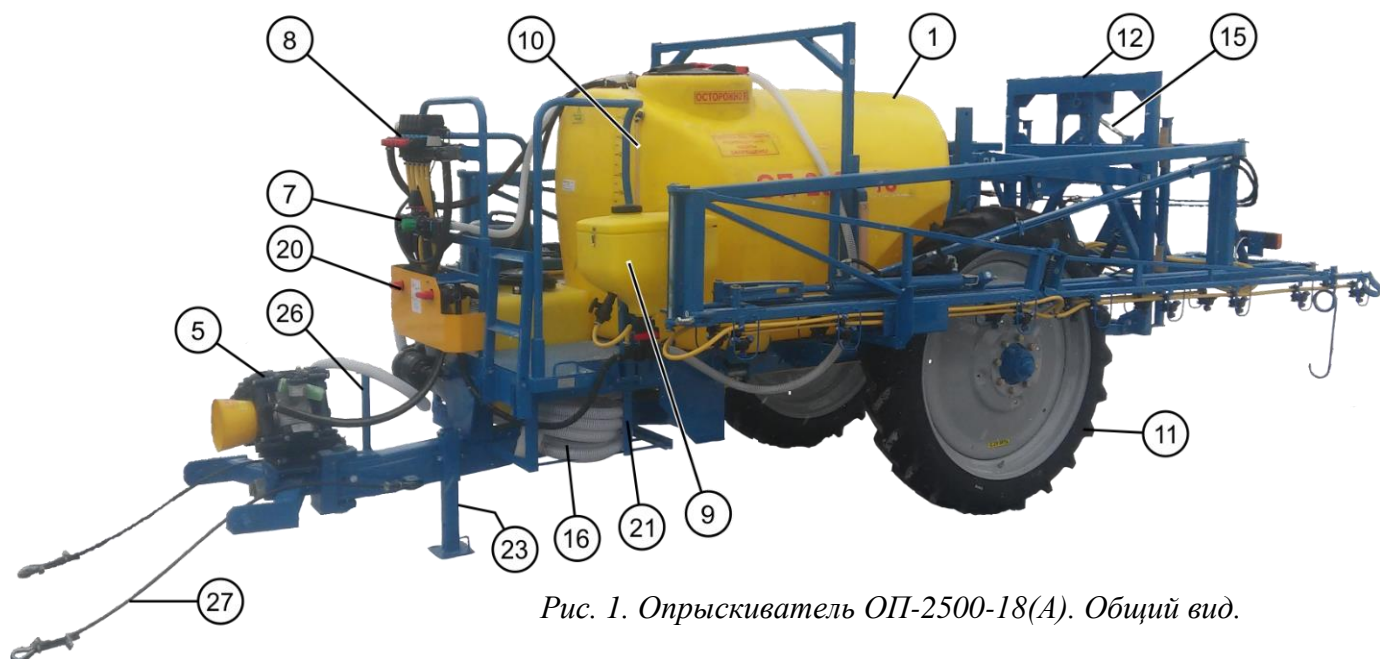

Рис. 1. Опрыскиватель ОП-2500-18(А). Общий вид.
2.2. Устройство опрыскивателя показано на *Рис. 1, Рис. 2*, а основных узлов – на рис. 2-9. Гидравлическая схема приведена на рис. 10.